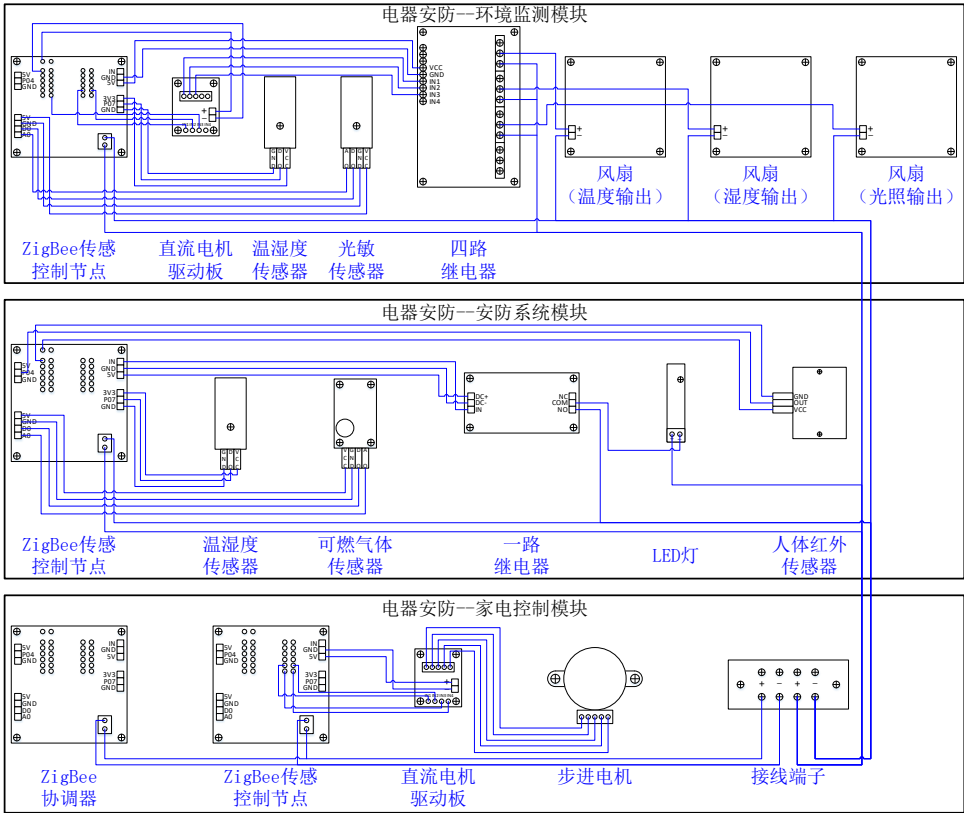

图 3-51 接线图
第二步：接线。教师指定或学生自主选择一个子系统，按照图 3-51 所示接线图进行接线，本系统的工作电压为 5V。
- 2) 选择任意一个子系统，绘制出接线图。（参考图 3-51）。